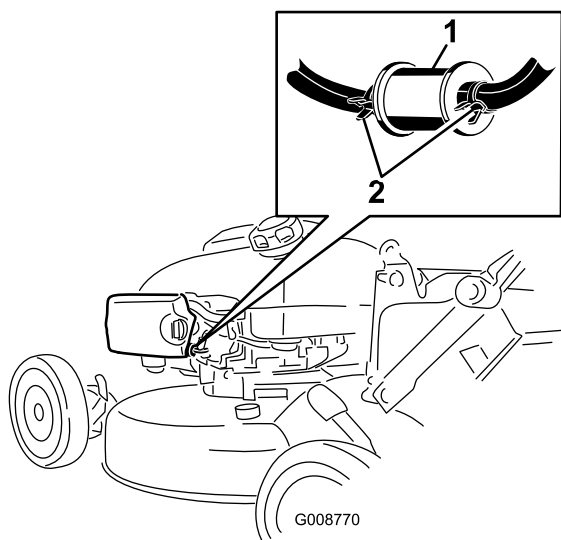

Figura 37
3. Apriete las abrazaderas y retire el filtro de combustible usado del tubo de combustible (Figura 37).
4. Instale un filtro de combustible nuevo y sujételo con las abrazaderas (Figura 37).